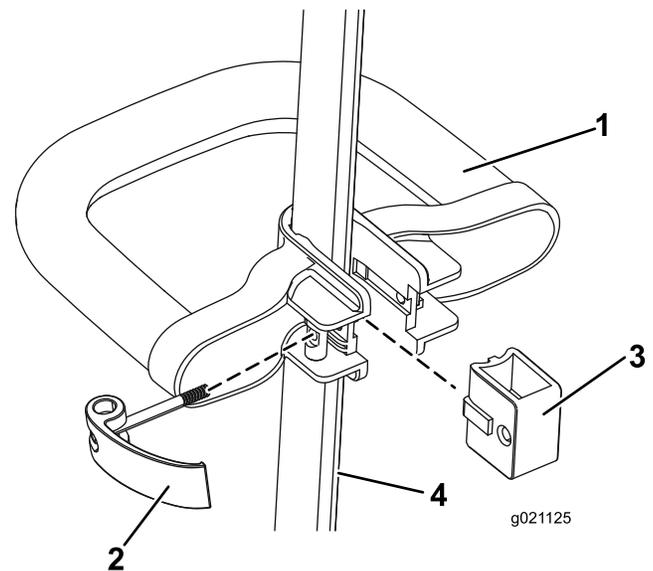

Figure 5
1. Placez la poignée auxiliaire sur l'arbre de la débroussailleuse, la surface lisse tournée vers l'utilisateur (Figure 5).
2. Glissez le renfort dans la poignée auxiliaire jusqu'à ce qu'il soit engagé dans la rainure de l'arbre (Figure 5).
3. Glissez le verrou par la gauche dans la poignée et le renfort comme montré à la Figure 5, puis serrez la vis du verrou à l'aide d'un tournevis à pointe cruciforme.